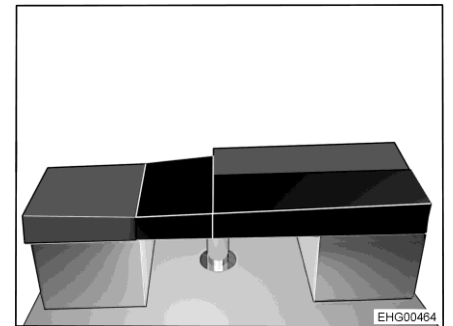

Fig. 183 Après la transformation
- Poser le coussin supplémentaire rectangulaire sur la table (voir Fig. 183).
- Poser le coussin supplémentaire en biseau sur l'extension de couchage en L (voir Fig. 183).